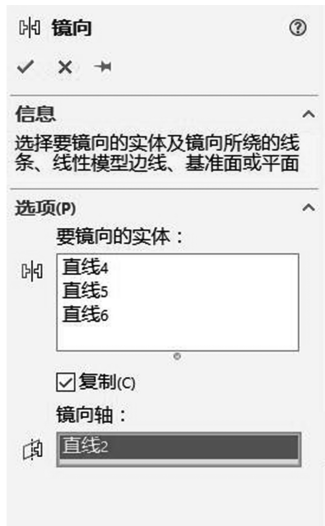
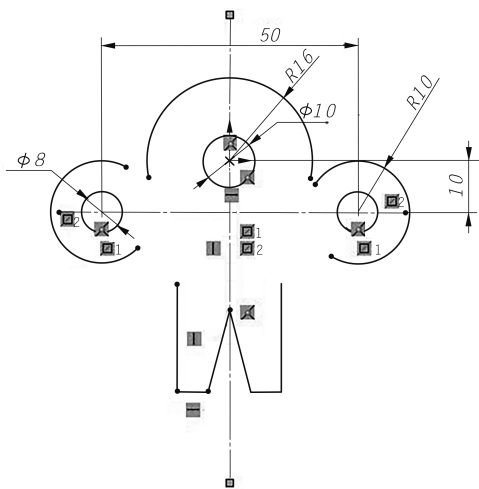

图 1-2-15 【镜向】属性管理器
图 1-2-16 镜像图形
(2)启动【镜向实体】命令,在【镜向】属性管理器(见图 1-2-15)【要镜向的实体】选项中,选择要镜像的图形,在【镜向点】选项中,镜像图形(见图 1-2-16)。